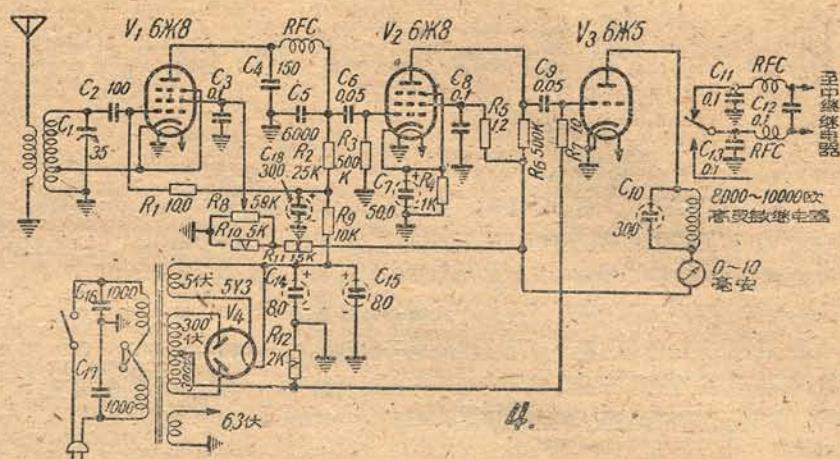

图 4 收信机线路
线路见图4，用6K8（或
4. 在玻璃管的另一端装入二氧化锰(图4)，装满为止，装时可用铜丝向里轻推。